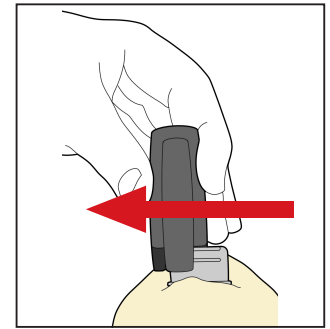

Fig. 13
7. Une fois le masque entièrement prêt, retirer l'applicateur IntegraBite du cale-dents en le faisant glisser vers la droite ou la gauche (Fig. 13).